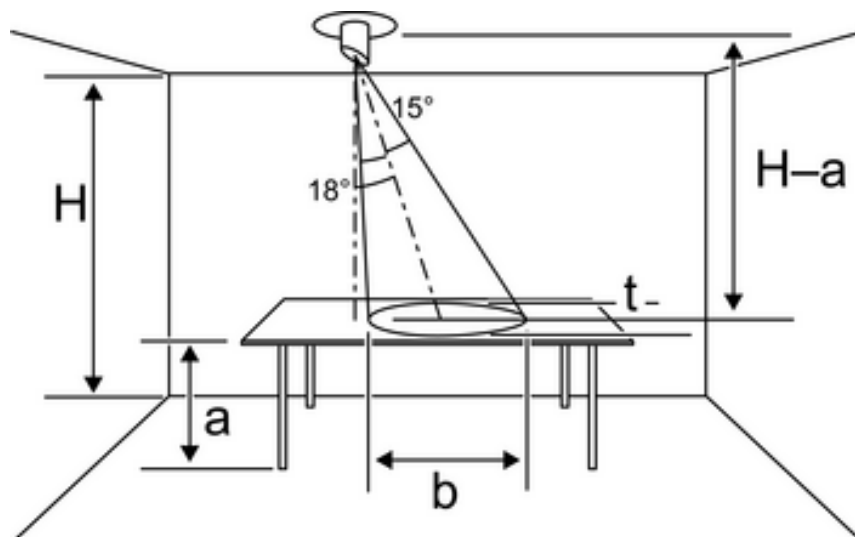

Figure 3: Tube de conduction de la lumière à détection oblique
- Si le montage ne peut être effectué droit au dessus de la surface de travail, monter le régulateur de luminosité en le décalant sur le côté (figure 3). Le cône de détection se trouve donc décalé par rapport à la surface à mesurer.
Le régulateur est décalé par rapport à la surface de travail (figure 3).
- Insérer le tube de conduction de la lumière à détection oblique (7) env. à 10 mm dans l'ouverture du capteur (8).
- Diriger le tube de conduction de la lumière (7) de manière à ce que le côté allongé du tube de conduction de la lumière pointe vers la surface de travail à mesurer (figure 3).
- ❗ Lors de l'utilisation du tube de conducteur de lumière à détection oblique (7), étalonner le régulateur.